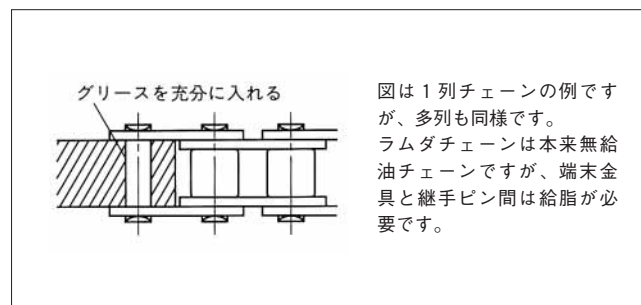

図28. 端末金具の給油
- 給油量は、チェーンの軸受部が乾燥しないだけの量を定期的に給油（端末金具はグリースを給脂：図28）してください。